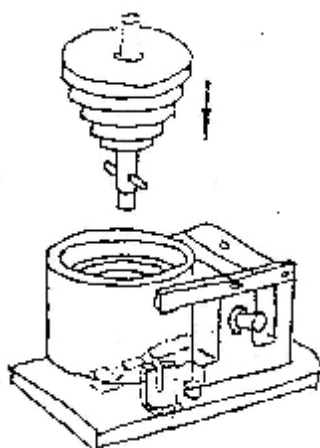

图 3
- 2.7 抓住砝码轴顶部，将其放入砝码外壳内，并转动砝码轴，使横销置于 V 型槽内（图 3）。